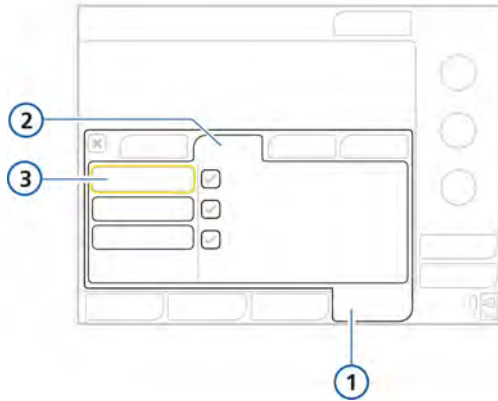

Figura 5-9. Ventana Prueb. calibr., prueba Estanqueid.
2. En la ventana Sistema -> Prueb. calibr., seleccione **Estanqueid.** Consulte la figura 5-9.